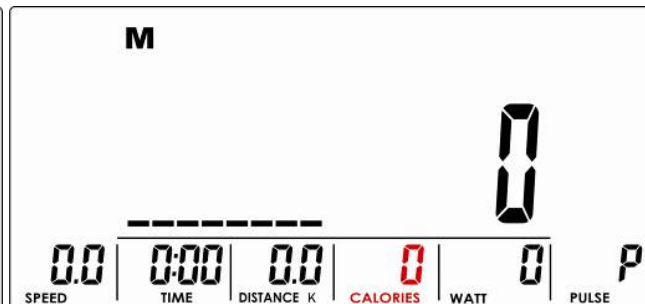

Abb. 7
- c. CALORIES (Kalorienverbrauch, Abb.7)